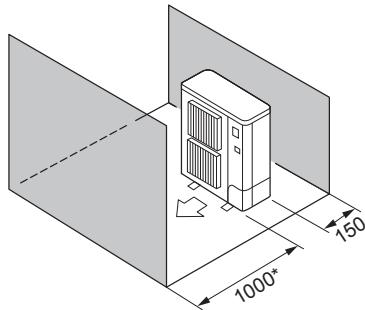

Fig. 2-7
⑤ Окружающие предметы - только спереди и сзади (Fig. 2-7)